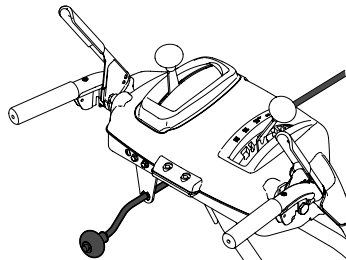

Figura 10
4. Inserte la varilla de control del canal en la ménsula de soporte que está en la parte posterior del tablero de instrumentos (Figura 10).